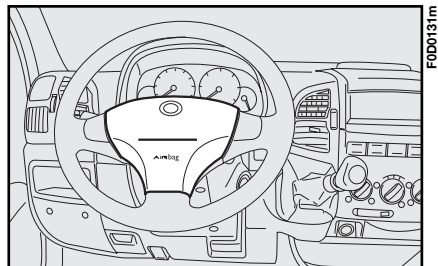

fig. 137
- nel centro del volante per il guidatore **fig. 137**;